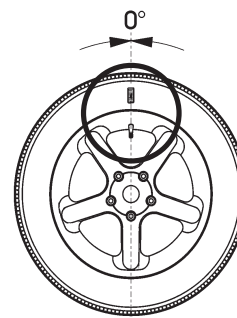

Figure 37
- Gire el neumático sobre la llanta de modo que la marca realizada coincida con la válvula (desmontadora de ruedas) (Fig. 37).